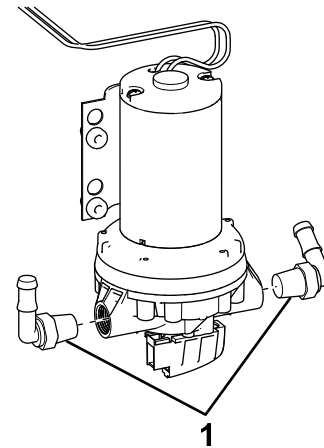

Figura 26
- Instale un acoplamiento de manguera de 90° en ambos lados de la bomba (Figura 26).